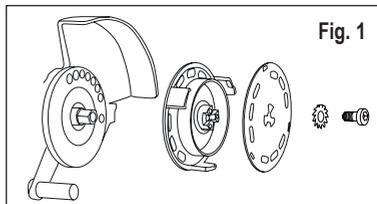
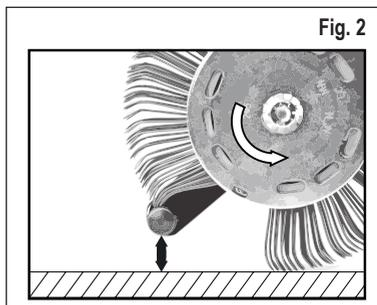

Fig. 1
Fig. 2
3. Întrerupeți alimentarea cu aer comprimat și apoi fixați în mod corect pe aparat banda Die Blaster® de 11 mm împreună cu sistemul de prindere **AS-012** (respectați direcția de rotație) și cu șaiba evantai și șurubul aferente. Vezi Fig. 1 și Fig. 2
- Utilizați o bandă în direcția greșită de rotație? – Ajustați banda cu perii astfel încât să meargă în direcția corectă (vezi capitolul 6, Punerea în funcțiune, Fig. 2).